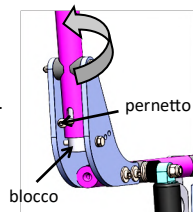

fig. 18: montante schienale
- Montanti schienale: inserimento/disinserimento (fig. 18)